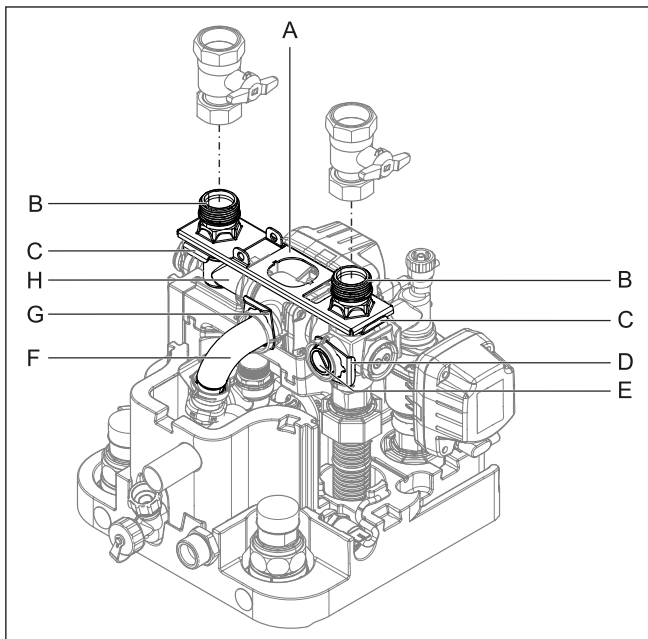
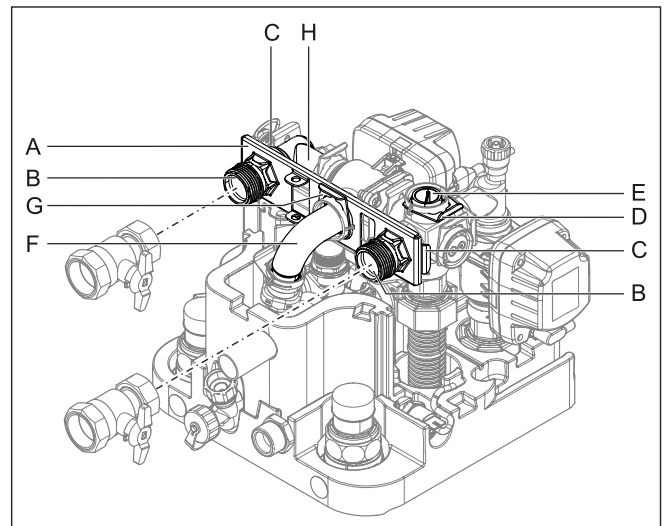

Bild 4-17 Anschlüsse Heizungs- und Rücklauf nach oben ausgerichtet
Bild 4-19 Anschlüsse Heizungs- und Rücklauf nach hinten ausgerichtet
- 2 Beide Steckbügel der Anschlusskupplungen (Bild 4-17, Pos. C) abziehen.
- 3 Beide Anschlusskupplungen (Bild 4-17, Pos. B) abziehen.
- 4 Halteblech (Bild 4-17, Pos. A) abnehmen.
- 5 Steckbügel des Verschlussstopfens (Bild 4-17, Pos. D) abziehen.
- 6 Verschlussstopfen (Bild 4-17, Pos. E) herausziehen.
- 7 Winkelstück (Bild 4-17, Pos. H) um 90° nach hinten drehen.
- 8 Steckbügel des Krümmers (Bild 4-17, Pos. G) abziehen.
- 9 Krümmer (Bild 4-17, Pos. F) vorsichtig so weit nach hinten aus seiner horizontalen Aufnahme ziehen, dass das Halteblech (Bild 4-19, Pos. A) senkrecht dazwischengeschoben werden kann.
- 10 Halteblech zwischen den Krümmern und seine horizontale Aufnahme schieben und Krümmer (Bild 4-19, Pos. F) durch das mittlere Loch des Halteblechs wieder in seine Aufnahme stecken.
- 11 Krümmer mit Steckbügel (Bild 4-19, Pos. G) wieder in seiner Aufnahme sichern.
- 12 Beide Anschlusskupplungen (Bild 4-19, Pos. B) durch das Halteblech in die seitlichen Aufnahmen stecken.
- 13 Beide Anschlusskupplungen mit Steckbügeln (Bild 4-19, Pos. C) in ihren Aufnahmen sichern.
- 14 Verschlussstopfen (Bild 4-19, Pos. E) in die obere Aufnahme stecken.
- 15 Verschlussstopfen mit Steckbügel (Bild 4-19, Pos. D) sichern.